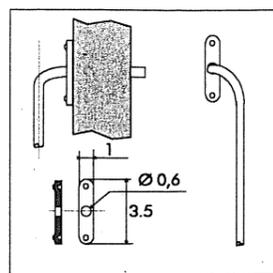

Fig. 15
**Aménagement des portes d'accès** (Fig. 15)